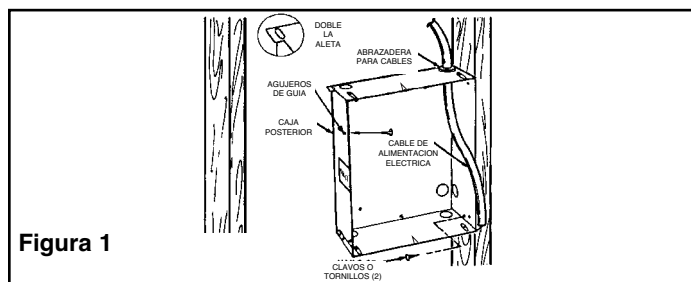

Figura 1
1. Determine cuál de los lados de la caja posterior va a montarse contra un travesaño, y doble las aletas de los ángulos posteriores 90° hacia afuera, de manera que la caja se ajuste al travesaño después de la instalación. (Vea la figura 1).
3. Posicione la caja posterior contra un lado del travesaño, y asegúrela mediante clavos o tornillos, como se muestra en la Figura 1.
**NOTA:** en los lados de la caja posterior se han provisto agujeros de guía para tornillos para chapa N° 8. Después de haber terminado la pared o el cielorraso, inserte un tornillo para chapa M4 (N° 8) (longitud recomendada: 25 mm / 1") a través del lado de la caja que no está montado en el travesaño. Esto impedirá que la caja salga hacia afuera cuando se instale el conjunto del calefactor. (Vea la Figura 1).